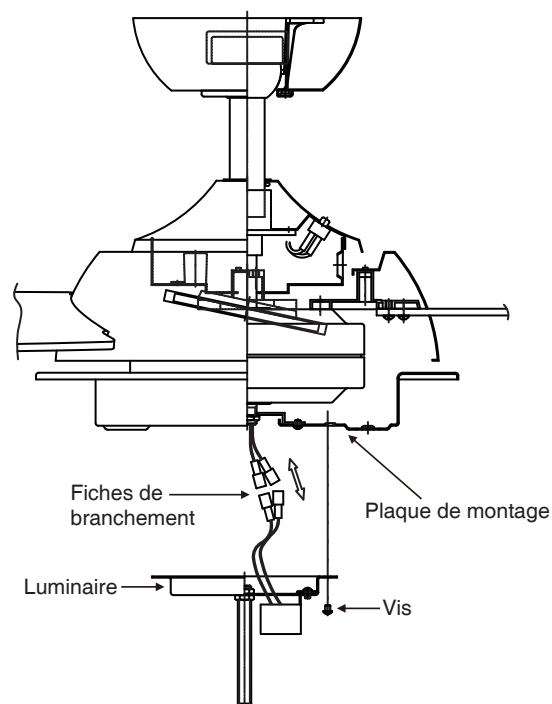

Fig. 13
3. Placez les trous de clé du luminaire sur les 2 vis précédemment desserrées sur la plaque de montage, puis tournez le luminaire jusqu'à ce que le verrouillage s'enclenche au niveau de la section étroite des trous de clé. Fixez en serrant les 2 vis précédemment desserrées et celle précédemment ôtée. (Fig. 13)